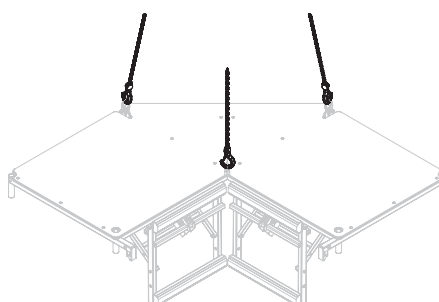

Fig. A9.05
2. Ribaltare la piattaforma angolare, attaccare l'attrezzatura di sollevamento a 3 funi e alzare. (Fig. A9.05/A9.06)